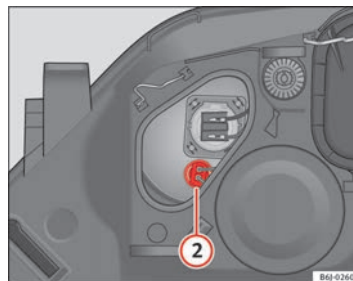

Fig. 162 Feux de position
- Retirez le connecteur ⇒ fig. 162 ② en tirant vers l'extérieur.